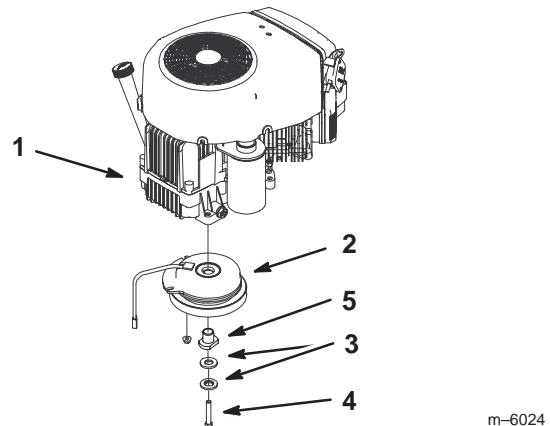

Figure 2
1. Si ce n'est déjà fait, retirez le boulon d'embrayage existant de la machine et mettez-le au rebut (Fig. 2 et 3).
2. Si ce n'est déjà fait, déposez l'entretoise d'entraînement existante de l'embrayage (Fig. 2 et 3).